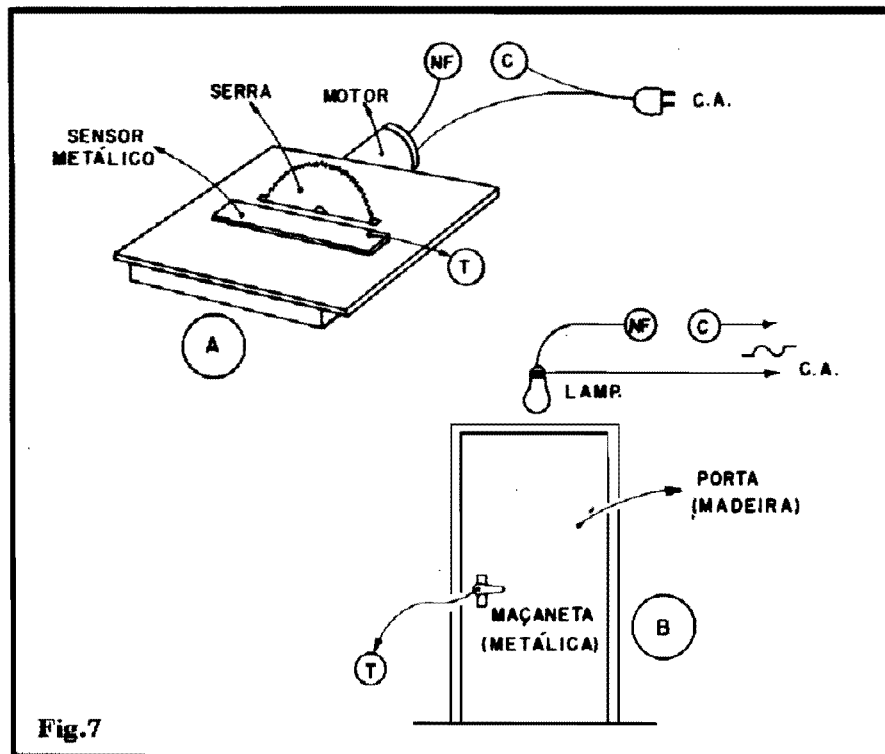

Fig.7
- FIG. 7 -ALGUMAS SUGESTÕES PRÁTICAS - São muitas as possibilidades aplicativas do SPOTA, e o Leitor/Hobbysta deverá por os "neurônios" para funcionar, buscando utilizações realmente práticas, válidas e vantajosas... Na figura, temos dois diagramas/exemplos bastante práticos: